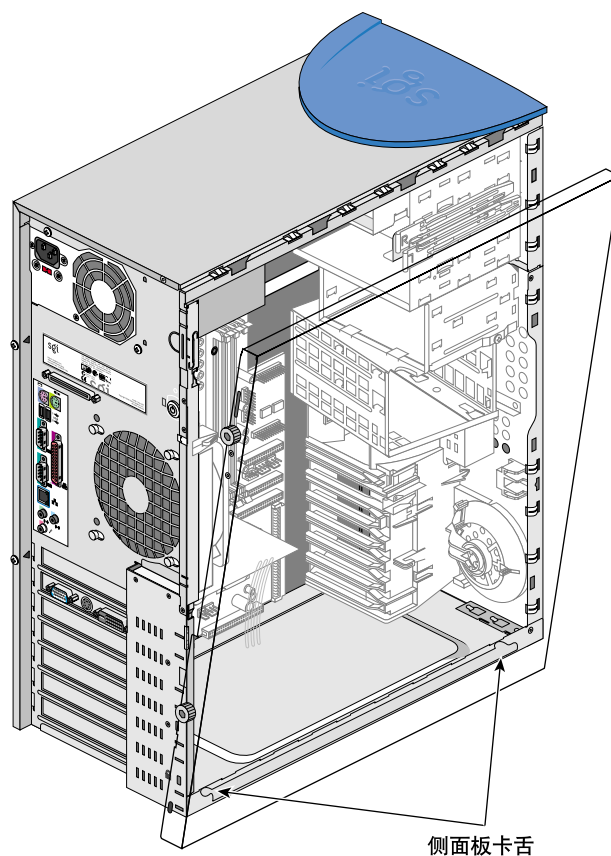

图 2-31 将侧面板放到机架下部的滑轨上
- 将侧面板朝系统背面滑动，直到后面的卡舌碰到机架后部且侧面板无法继续移动为止。其过程如图 2-31 所示。